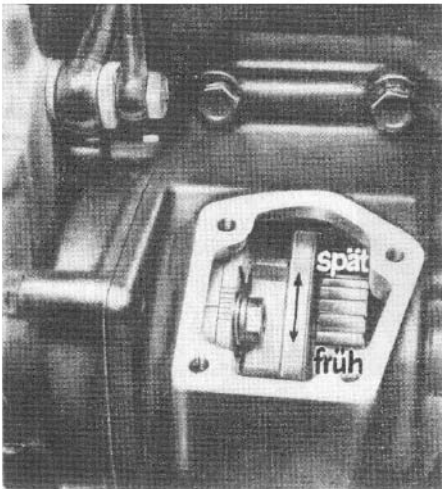

Bild 52 Korrektur des Förderbeginns an der Einspritzpumpenkupplung
3. Die Korrektur des Voller Beginns wird an der Kupplungsscheibe des Spritzverstellers vorgenommen (Bild 52). Durch Lösen der Befestigungsschrauben der Kraftstoffförderpumpe wird diese Einstellöffnung frei.